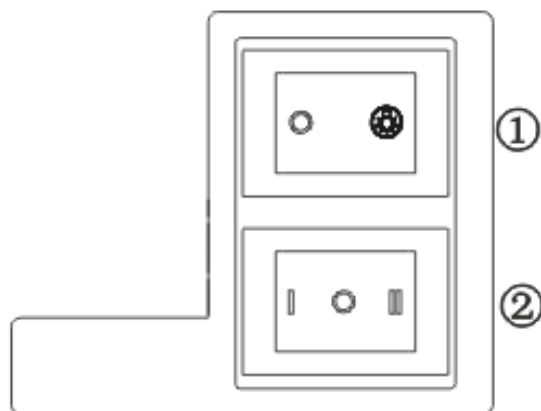

Рис. 4
4.2 Клавиша ① (рис. 4) “
4.3 Клавиша ② (рис.4) “I”, ”II” : включение первой и второй скорости мотора вытяжки. В положении клавиши “0” мотор выключится.